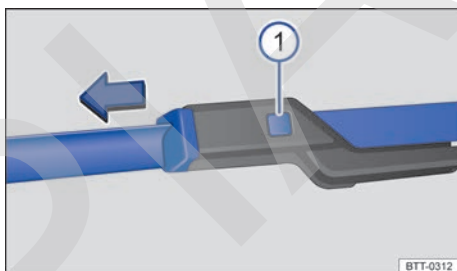

Fig. 124 Sustituir las escobillas de los limpiaparabrisas.
- Mantenga la tecla de desbloqueo → fig. 124 ① pulsada y, al mismo tiempo, retire la escobilla de los limpiaparabrisas en el sentido de la flecha.